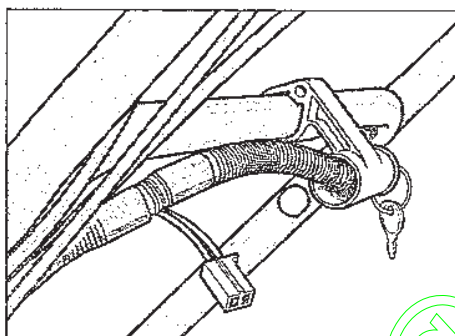

Figure 2-6: Commutateur à clé (modèle 34367). Vue de l'avant de la tondeuse.
1. Le commutateur à clé est livré en étant fixé, de manière mobile, au guidon inférieur. Le trou de la clé étant placé comme représenté à la (Figure 2-6) et la broche de montage pointant vers le bas, amenez l'ensemble sous le guidon inférieur et vers l'arrière de la tondeuse.
2. Insérez la broche de montage du commutateur à clé dans le trou supérieur puis dans le deuxième trou (Figure 2-6). Appuyez pour bien maintenir l'ensemble en place.